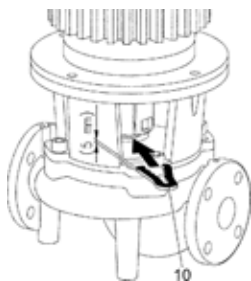

рис. 15: Установка монтажной вилки
- Вставить монтажную вилку (рис. 15, поз. 10) между промежуточным корпусом и муфтой. Монтажная вилка должна располагаться без зазора.
| 1.31 |                                    | Клапан для выпуска воздуха | 10 | Монтажная вилка (рис. 15)                                          |                 |